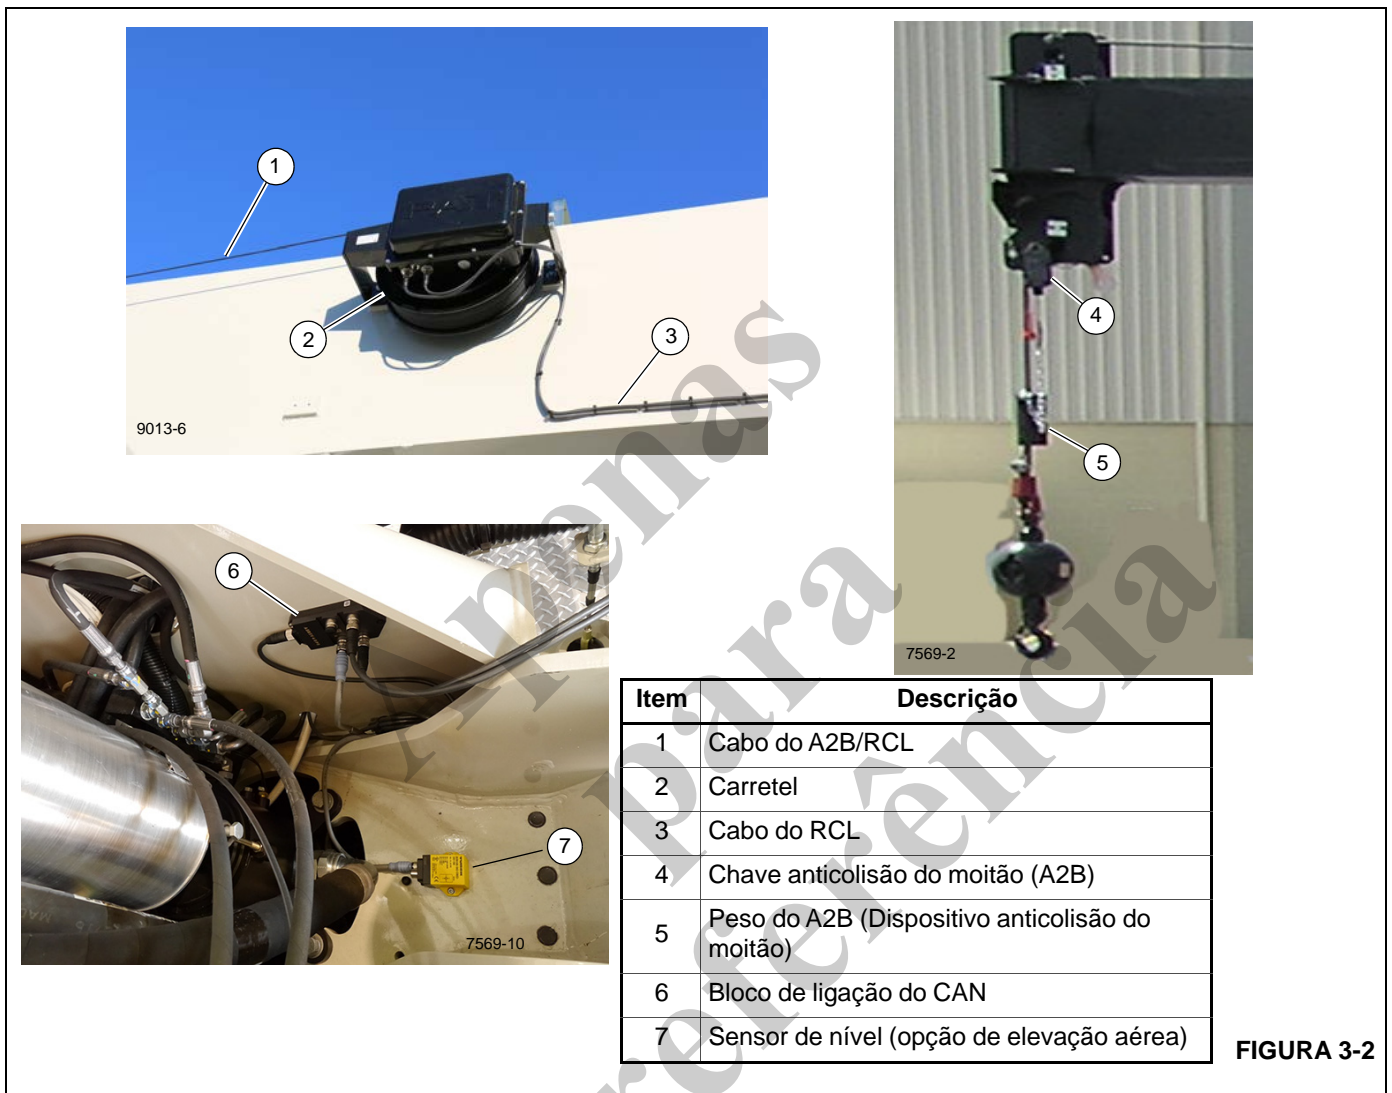

FIGURA 3-2
O cabo do A2B/RCL da lança (1, Figura 3-2) vai do carretel do A2B (2) através da lança e até o conjunto da chave do A2B (4). O cabo do conjunto da chave do A2B está fixado ao peso do dispositivo anticollisão do moitão (5).
O cabo do RCL (3, Figura 3-2) vai da parte inferior do carretel (2) até a extremidade da lança e, em seguida, se divide, com um cabo (cabo do CAN) indo até o bloco de ligação do CAN. O segundo cabo vai do carretel do RCL até o chicote elétrico da superestrutura e transmite sinais da chave de pé da elevação aérea (se equipada).